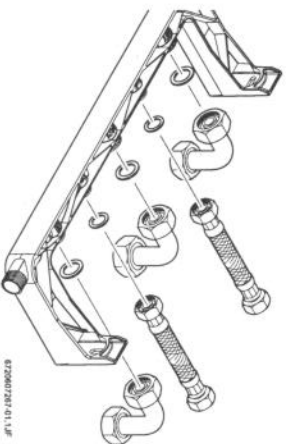

Fig. 1 Conexiuni aparente și componente
► Realizați toate conexiunile la kitul de preinstalare conform Fig. 1.